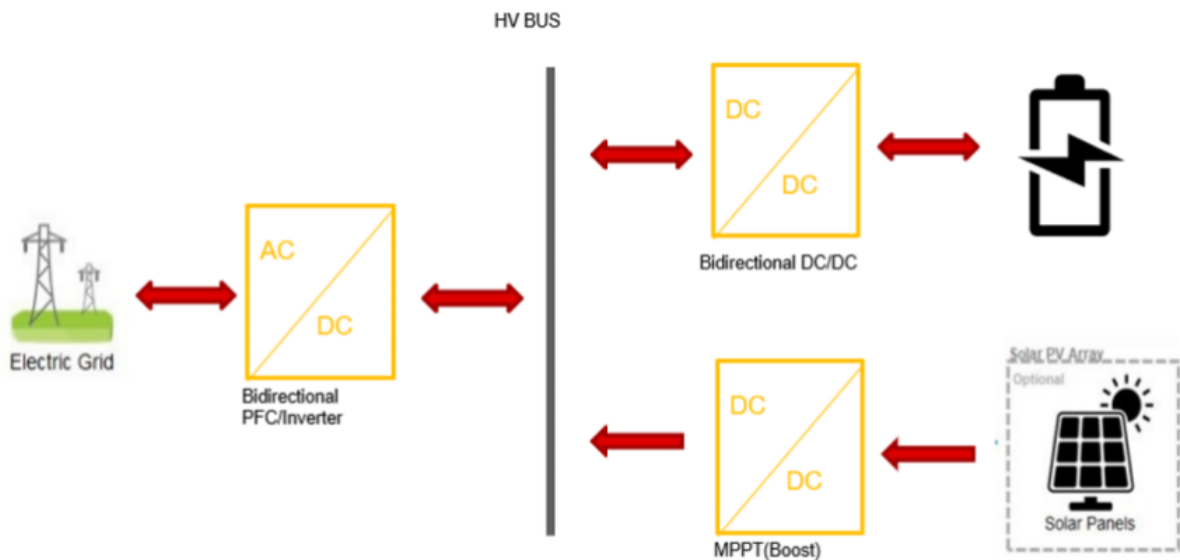

图 1. 具有双向功率因数校正 (PFC)/逆变器、双向 DC/DC 转换器和最大功率点跟踪 (MPPT) 的住宅 ESS 方框图。来源：德州仪器 (TI)
诸如双向电容-电感-电感-电容 (CLLLC) 的单级隔离式转换器，是储能系统 (ESS) 中常见的转换器类型，用于节省系统成本并提高功率密度。CLLLC 的增益曲线更平坦，但是当开关频率 (f_s) 高于串联谐振频率 (f_r) 时，增益曲线会变得过度平坦。变压器和 MOSFET 的寄生电容也会显著影响转换器增益[1]，这将导致转换器的输出电压超出稳压范围。在本期电源设计要点中，我将介绍一种 CLLLC 控制算法和一种同步整流器 (SR) 控制方法，以消除这种非线性，并使用 3.6kW 原型转换器来验证性能。图 1 是住宅 ESS 的方框图。